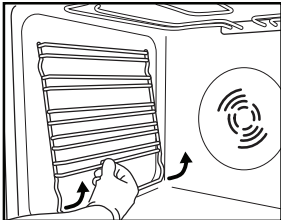

Fig. 3
1. Fjern ristene som holder tilbehøret på sidene (Fig. 3).